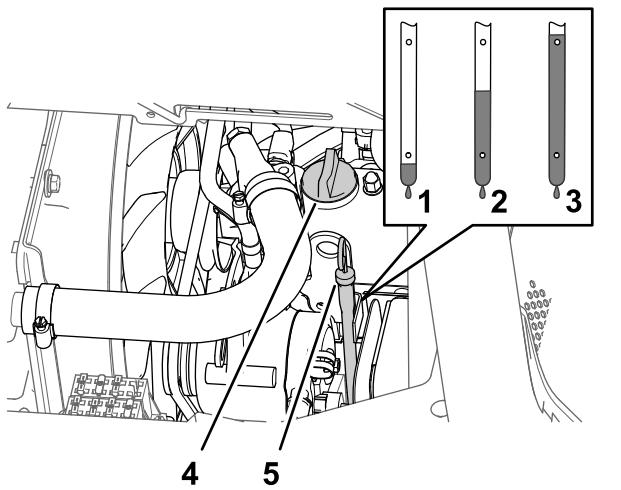

Figura 77
- Retire el tapón de llenado de aceite del cuello de llenado de la tapa de válvulas del motor, y vierta lentamente aproximadamente el 80% de la cantidad especificada de aceite por el cuello de llenado (Figura 77).
6. Retire la varilla y compruebe el nivel de aceite del motor (Figura 77).
7. Añada lentamente más aceite del tipo especificado para que el nivel llegue a la marca Lleno de la varilla (Figura 77).
8. Instale el tapón de llenado de aceite en el cuello de llenado y la varilla en el tubo de la varilla (Figura 77).